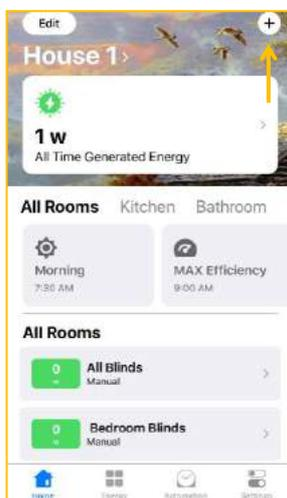

Abbildung 24
10.7.1. Auf das Zeichen + oben rechts tippen, um die Bedienung zu beginnen (Abb. 24).